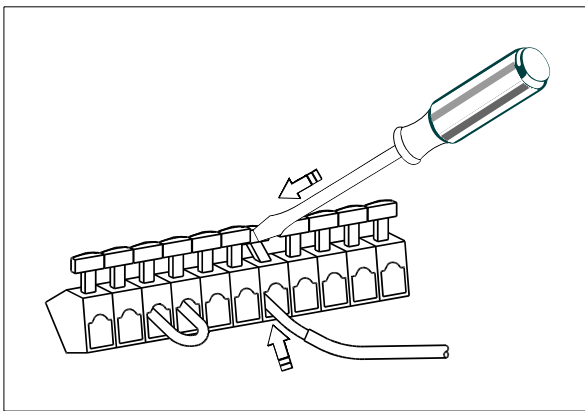

Fig. 6: Bornes de conexión
Conecte la corriente y los cables conectores de la bomba a los bornes prescritos (Fig. 6, Pos ① - ⑫). En cada orificio se introducirá solamente un cable conector (máx. 2.5 mm²). En el caso de cables con hilos finos, rogamos utilice manguitos. Fuera del controlador, los cables deberán estar tendidos sin tracción.
Conecte los sensores para el acumulador y para el colector a los bornes prescritos (Fig. 6, Pos ⑬ to ⑳). No se tiene en cuenta la polaridad. Fuera del controlador, los cables deberán estar sin tracción.
Se puede utilizar cualquier tipo de polarización para conexión si se usan emisores de impulsos con "conmutación Reed". Si se usa un "colector abierto", rogamos preste atención a que la polarización sea la correcta (Fig. 6).